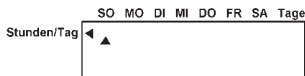

Abb. 11
- Oben auf dem Display wird jetzt ein Dreieck erscheinen, das den Tag zeigt (Abb. 11).